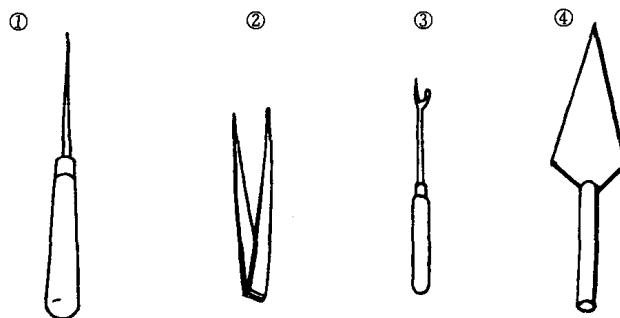

图1-3
拆掉缝纫线迹，翻挑领尖、袋盖、衣角，扎透多层衣片做记号，机缝时推送衣料等情况下所使用的工具(见图1-3①)。
拔出线钉、机缝时夹住衣料向前推送等情况下所使用的工具(见图1-3②)。
挑开并切断缝纫线迹、冲开较厚衣料的缝合线、豁开扣眼或袋口等情况下所使用的工具(见图1-3③)。
刮浆糊用的工具(见图1-3④)。